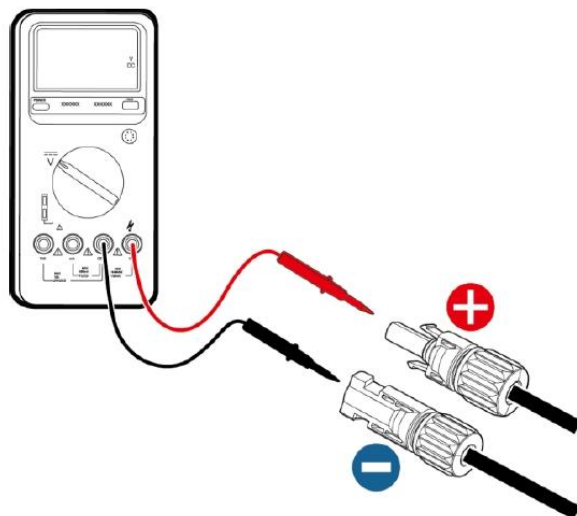

Figura 4.14 Măsurarea tensiunii de intrare DC
- (3) După ce conectorul DC este conectat, utilizați un multimetru pentru a măsura tensiunea DC șir de intrare, verificați polaritatea cablului de intrare DC și asigurați-vă că tensiunea fiecăruia șir este în intervalul permis al invertoarelor, așa cum se arată în Figura 4.14.